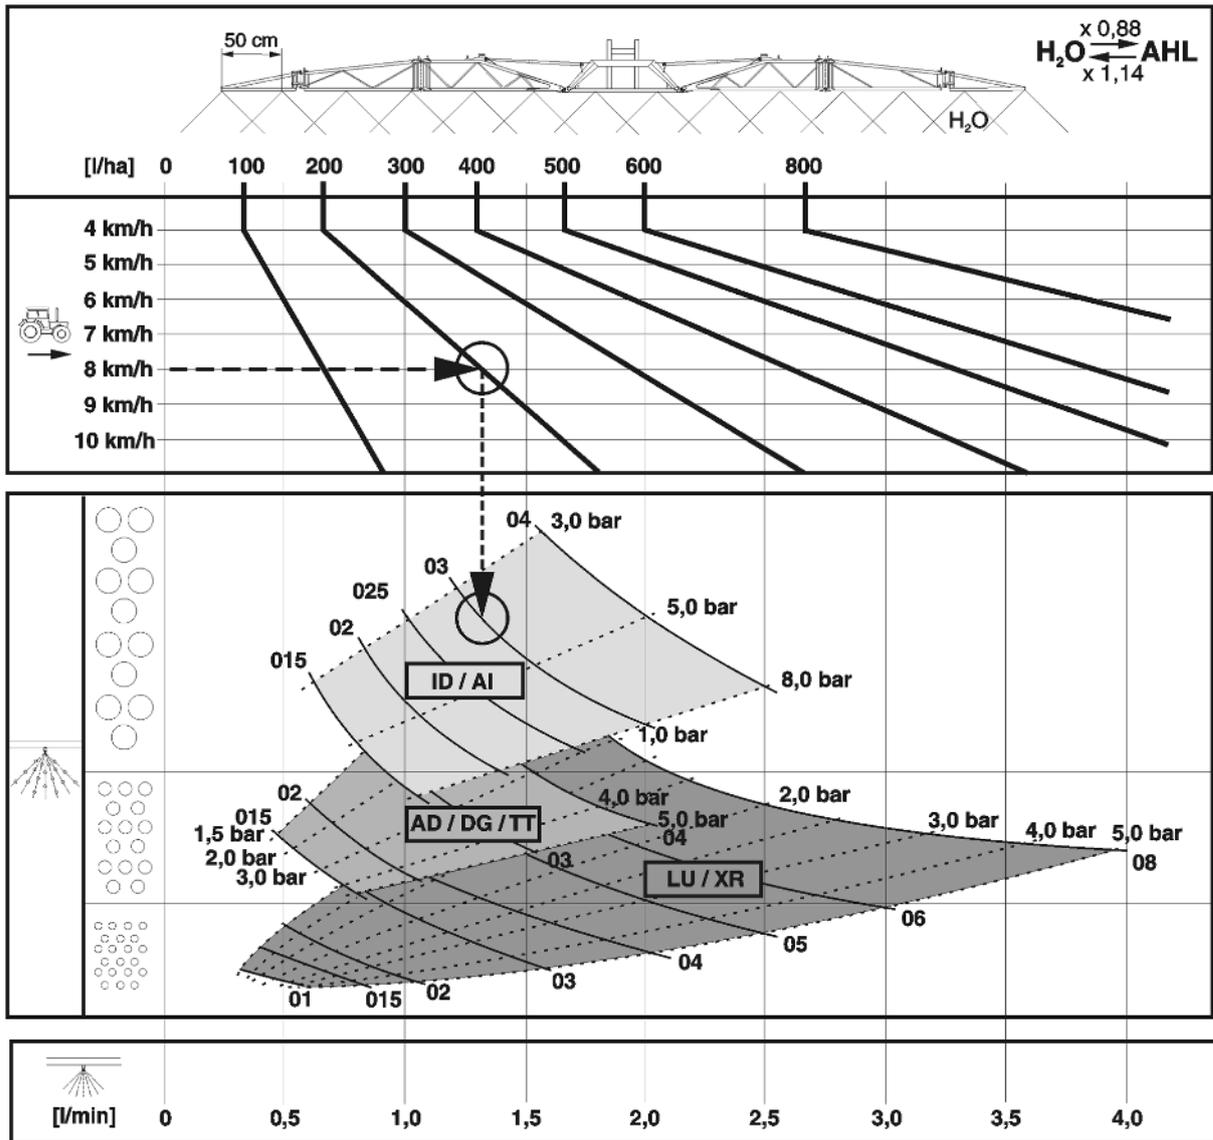

Fig. 207
- La Fig. 207 sirve para seleccionar el tipo de tobera más apropiado. El tipo de tobera viene determinado por